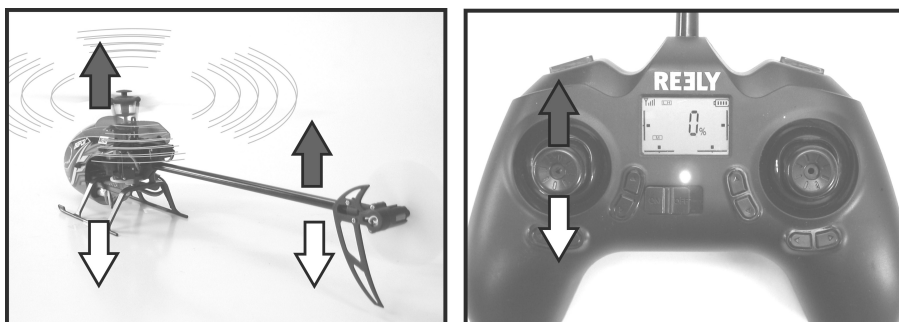

Figure 10
A l'aide de la fonction de Pas, vous pouvez régler la hauteur de vol de l'hélicoptère (voir figure 10). La commande s'effectue à l'aide du levier de commande de gauche (voir également figure 1, pos. 11). Celui-ci peut être déplacé vers le haut et vers le bas à partir de la position centrale. Comme les angles d'incidence des deux pales du rotor principal ne sont pas interchangeables, la régulation de l'altitude de vol se fait en modifiant la vitesse du rotor principal.
Si le levier de commande se trouve en position médiane, l'hélicoptère se maintient à la même altitude. Lorsque l'on déplace le levier vers le haut, la vitesse du rotor principal augmente et le modèle réduit d'hélicoptère monte (voir les flèches sombres à la figure 10). Lorsque l'on déplace le levier vers le bas, la vitesse du rotor principal diminue et le modèle réduit d'hélicoptère descend (voir les flèches claires de la figure. 10).